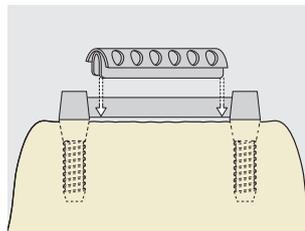
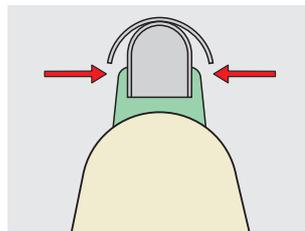
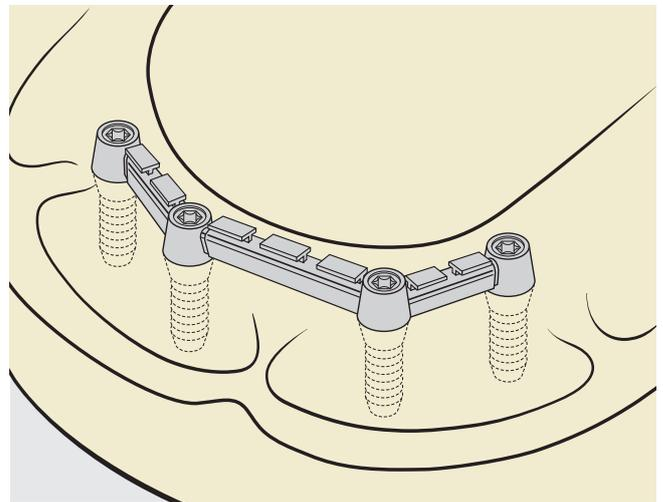

Fig. 6
Fig. 7
Fig. 8
Para lograr la máxima fuerza de retención, la vaina se adapta a lo largo de toda la barra (Fig. 6). Eliminar las rebabas interiores y exteriores. Para poder anclar con seguridad la vaina al plástico, ésta no debe tener una longitud inferior a 5 mm. Montar la vaina sobre la parte macho. A continuación, rellenar el espacio libre entre la barra y la encía, así como las cofias del implante o radiculares. ½ de la altura de la lámina debe quedar libre. Esto permite acceder al instrumento de activación y reduce el desgaste prematuro (Fig. 7). Las aletas de retención de la vaina deben torcerse una sola vez y con extrema precaución para evitar su rotura. Polimerizar la vaina de la barra en la prótesis o en el refuerzo colado.
Para lograr la máxima fuerza de retención, la vaina se adapta a lo largo de toda la barra (Fig. 6). Eliminar las rebabas interiores y exteriores. Para poder anclar con seguridad la vaina al plástico, ésta no debe tener una longitud inferior a 5 mm. Montar la vaina sobre la parte macho. A continuación, rellenar el espacio libre entre la barra y la encía, así como las cofias del implante o radiculares. ½ de la altura de la lámina debe quedar libre. Esto permite acceder al instrumento de activación y reduce el desgaste prematuro (Fig. 7). La retención asimétrica de la vaina de la barra puede pulirse, por ejemplo para introducir un refuerzo colado (Fig. 8). Polimerizar la vaina de la barra en la prótesis o adherir al refuerzo colado.
Para lograr la máxima fuerza de retención, la vaina se adapta a lo largo de toda la barra (Fig. 6). Eliminar las rebabas interiores y exteriores. Para poder anclar con seguridad la vaina al plástico, ésta no debe tener una longitud inferior a 5 mm. Montar la vaina sobre la parte macho. A continuación, rellenar el espacio libre entre la barra y la encía, así como las cofias del implante o radiculares. ½ de la altura de la lámina debe quedar libre. Esto permite acceder al instrumento de activación y reduce el desgaste prematuro (Fig. 7). Las aletas de retención de la vaina de la barra pueden pulirse para el acortamiento. Polimerizar la vaina de la barra en la prótesis o adherir al refuerzo colado.
9. Rellenar las partes socavadas de la barra, así como las aletas activables de la vaina (Fig. 7)